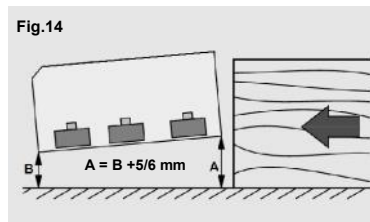

Fig.14
En cas d'utilisation de l'entraîneur en "**position horizontale**" (Fig. 14), faire en sorte que la distance (B) entre le rouleau de sortie et le plan de la machine-outil soit inférieure de 5-6 mm par rapport à la distance (A) entre le rouleau d'entrée et le plan de la machine-outil.